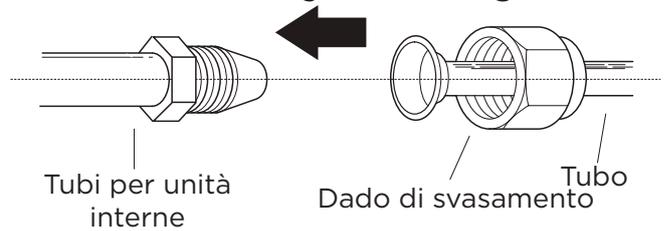

Fig. 5.7
1. Allineare il centro delle due tubazioni che andranno a collegarsi. Vedi **Fig. 5.7**.